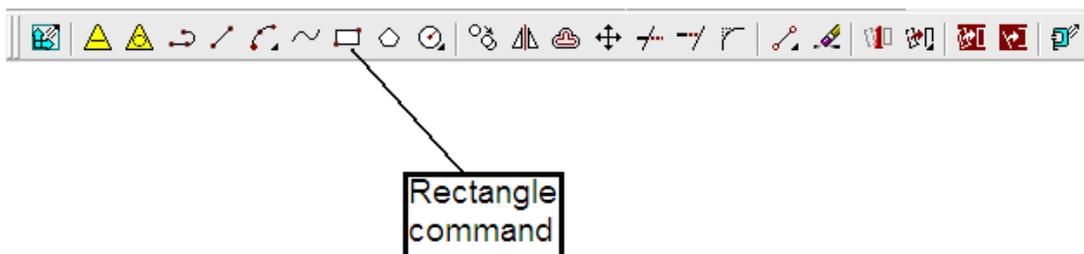

Figura 52
8. Seleccionamos el comando rectángulo de la barra de herramientas *2D Sketching*, ahora creamos un rectángulo de tamaño arbitrario como se muestra en la *figura 52*.